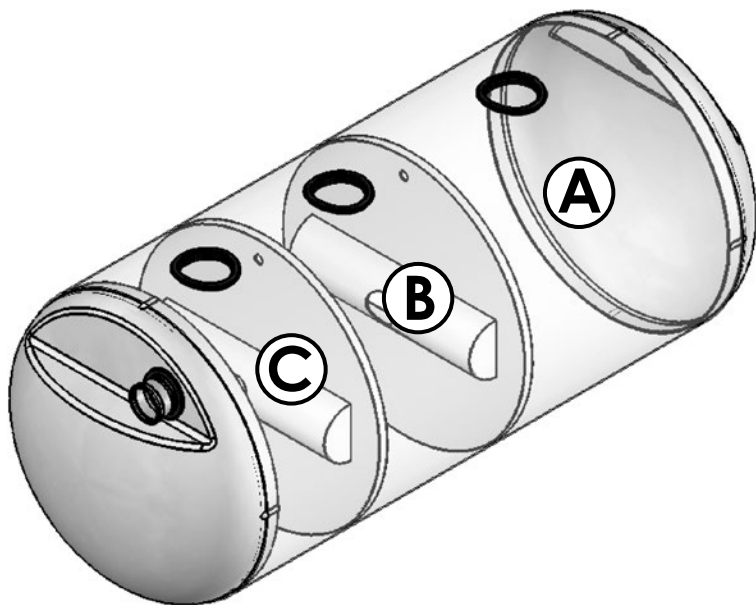

Рис. 2 Cenmur FloTenk - STA
Очистное сооружение «FloTenk-STA» (рис.2) комплектуется из единого трехсекционного, герметичного стеклопластикового корпуса (1).